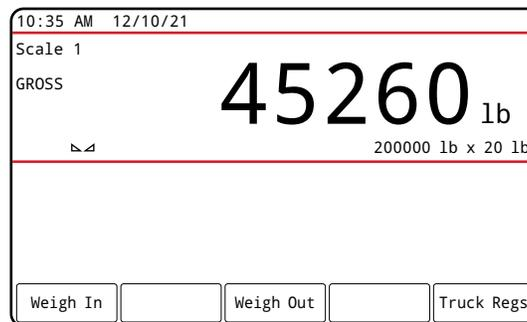

Figura 7-2. Softkey per la modalità camion
**NOTA:** il **Softkey 2** e **Softkey 4** devono essere impostati su **Blank** per ottenere la configurazione illustrata in Figura 7-2.